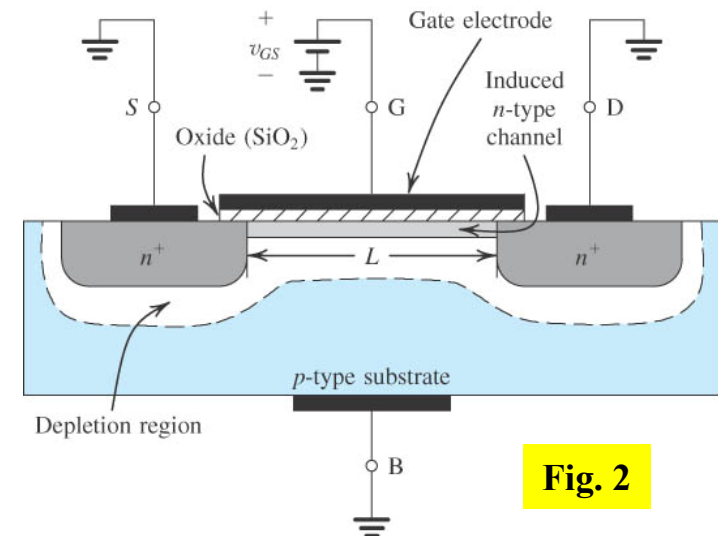

Fig. 2
- Source e o dreno ligados à massa. Aplicação de uma tensão positiva à gate (Fig. 2).
■ Por outro lado, a tensão positiva da gate atrai electrões das regiões n+ da source e do dreno (onde existem em abundância) para a região do canal. Quando o número de electrões acumulado junto da superfície do substrato por baixo da gate é suficiente, constitui-se, de facto, uma **região n** ligando a source e o dreno, como se indica na Fig. 2.
■ O MOSFET da fig. 2 é chamado MOSFET de **canal n** ou, alternativamente, transístor NMOS.